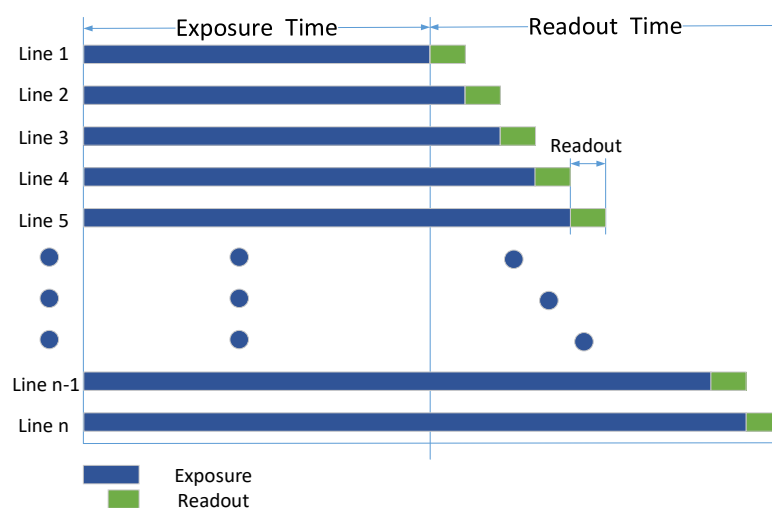

图8-3 Global Reset 工作原理
- 开启 Global Reset 功能后，因图像各行的曝光时间不同，可能会导致图像各行从上至下亮度不同。因此若开启此功能，建议在全暗环境下，配合工业光源一同使用。在图 8-3 所示的曝光时间内开启光源，其他时间关闭光源，使得图像各行在相同的曝光时间内获得同样的照明，以此来控制图像各行的亮度。